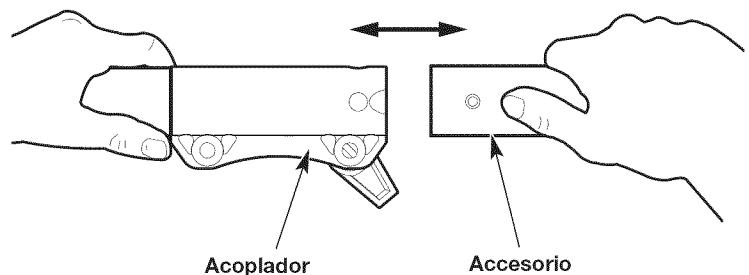
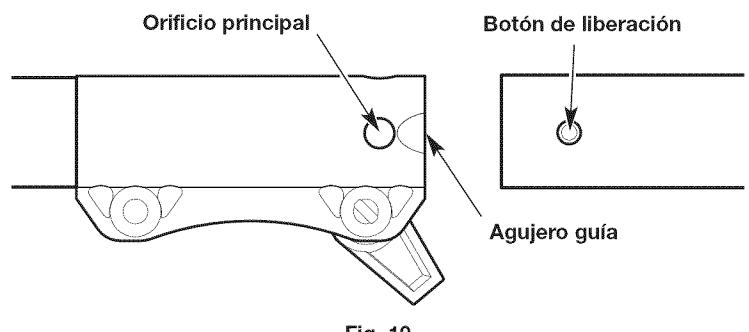

Fig. 9
Fig. 10
- Alinee el botón de liberación con el embutimiento de la guía (Fig. 10).
- Presione el accesorio directamente dentro del acoplador (Fig. 9) hasta que el botón de liberación encaje a presión firmemente del orificio principal (Fig. 10).
- Oprima y mantenga apretado el botón de liberación (Fig. 10).
- Tire del accesorio directamente hacia fuera del acoplador (Fig. 9).